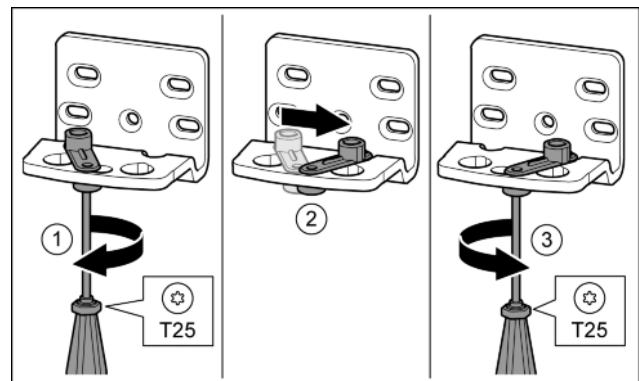

Fig. 14
- ▶ Desfaceți șurubul cu șurubelnița T25. Fig. 14 (1)
- ▶ Ridicați dispozitivul auxiliar de închidere a ușii și rotiți-l cu 90° spre dreapta în orificiu. Fig. 14 (2)
- ▶ Înșurubați ferm șurubul cu șurubelnița T25. Fig. 14 (3)